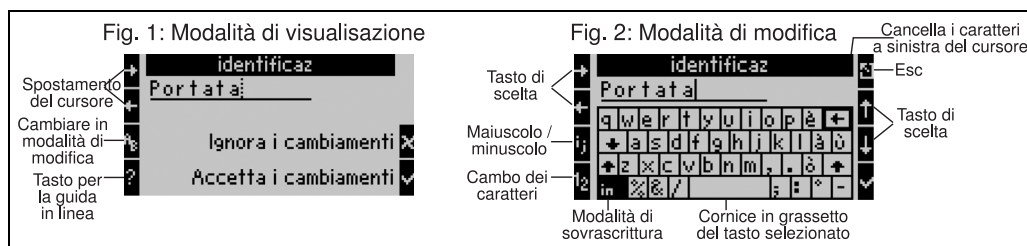

Fig. 18: Esempio.: Modifica di una definizione mediante la tastiera libera
1. Portare il cursore mediante i tasti a freccia davanti ad un carattere, nel punto dove si vuole inserire un altro carattere. In caso si voglia sovrascrivere l'intero testo, spostare il cursore completamente a destra. (v. Fig. 18, Vista 1)
3. Con i tasti ij/IJ e ½ selezionare caratteri maiuscoli/minuscoli o numeri. (v. Fig. 18, Vista 2)
4. Con i tasti a freccia, selezionare i tasti e confermare con il segno di spunta. In caso si voglia cancellare del testo, selezionare il tasto in alto a destra. (v. Fig. 18, Vista 2)
6. Premere Esc per passare dalla modalità di modifica a quella di visualizzazione e confermare la modifica mediante segno di spunta. (v. Fig. 18, Vista 1)
- In modalità di modifica (v. Fig. 18, Vista 2) non è possibile spostare il cursore! Ritornare con il tasto Esc alla finestra precedente (v. Fig. 18, Vista 1) e posizionare il cursore sul carattere da modificare. Premere quindi nuovamente il tasto AB.